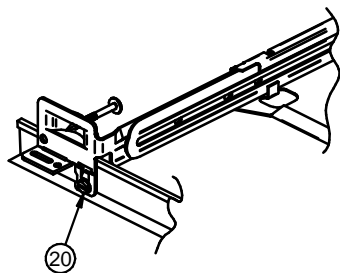
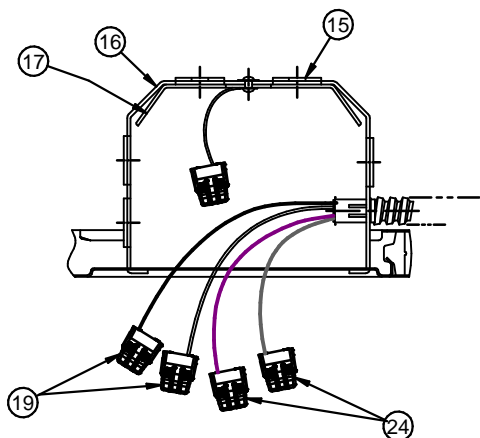

FIG. 3
FIG. 4
2. For Suspended Ceilings: Place the Fixture on the ceiling grid with the "T" Bars (9) running through the Bar Hanger Notches (10). Using a flat head screwdriver or other tool, bend the integral t-bar mounting tabs (11) downward to a vertical position (Fig. 3). Secure housing to the support structure with tie wire (supplied by others) in the holes supplied. Sheetmetal screws (supplied by others) can also be used in the holes supplied (20).
3. Locate Housing along Bar Hanger in desired position and, using pliers, squeeze the 4 Locking Tabs (12) on the Plaster Frame (13) tightly over the Bar Hangers to prevent further Housing movement. Bar Hangers (6) may be installed in alternate Slots (23) if mounting conditions require.
4. As desired, hanger bars (6) may be shortened at score mark to fit tight mounting conditions and joist alignment tabs removed to adjust vertically as needed by breaking off with pliers.
5. Unsnap Junction Box Cover (14) by lifting the Leaf Spring.
6. Run supply and dimming wires (optional for 0-10V dimming) through UL Listed connectors (not supplied) in one of the five Pryouts (15) on the Junction Box (16) or Type NM cable (ROMEX) through an Opening above the Wire Retaining Plate (17). Connect Supply Wires (19) and Dimming Wires (24) (optional for 0-10V dimming) as shown in Fig 4 & 5. Replace Cover.
7. Loosen Screws (21) to adjust Housing (3) for variations in ceiling thickness. Bottom of Housing should be flush with ceiling (22). Slot Covers (18) can be rotated 180 degrees in thick ceiling applications to maintain Air-Tight requirements; "V" should be facing outward.
2. Pour les plafonds suspendus : Placez le luminaire sur la grille du plafond avec les barres en T (9) passant dans les encoches de la barre de suspension (10). À l'aide d'un tournevis à tête fraisée ou d'un autre outil, pliez les languettes de montage intégrées à la barre en T (11) vers le bas jusqu'à ce qu'elles soient en position verticale (Fig. 3). Fixez le boîtier afin de supporter la structure en faisant passer le fil d'attache (non compris) au travers des trous prévus à cet effet. Des vis à tôle (fournies par des tiers) peuvent également être utilisées dans les trous prévus à cet effet (20).
3. Disposez le boîtier le long de la barre de suspension à l'endroit souhaité et, à l'aide de pinces, serrez solidement les 4 languettes de verrouillage (12) du cadre en plâtre (13) sur les barres afin d'éviter tout déplacement du boîtier. Les barres de suspension (6) peuvent être installées dans d'autres fentes (23) si les conditions de montage le requièrent.
4. Si vous le souhaitez, les barres de suspension (6) peuvent être raccourcies pour s'adapter aux conditions de montage spécifiques et les languettes d'alignement des solives peuvent être retirées pour un ajustement vertical en les rompant avec une pince.
5. Libérez le couvercle de la boîte de raccordement (14) en soulevant le ressort à lame.
6. Exécutez l'offre et de fils de gradation (en option pour 0-10V gradation) par le biais des connecteurs homologués UL (non compris) d'un des cinq orifices de sortie (15) de la boîte de raccordement (16) ou faites passer un câble NM (ROMEX) au travers de l'ouverture qui se trouve au-dessus de la plaque de retenue des fils (17). Reliez les fils d'alimentation (19), et fils de gradation (24) (en option pour 0-10V gradation) comme illustré sur les Fig. 4 et 5. Remettez le couvercle en place.
7. Desserrez les vis (21) pour adapter le boîtier (3) aux variations d'épaisseur du matériau dont est constitué le plafond. Le bas du boîtier devrait s'aligner avec le plafond (22). Les couvercles des fentes (18) peuvent être orientés à 180 degrés lors de l'application sur plafond épais pour parfaire aux normes sous air. Le « V » devrait pointer vers l'extérieur.